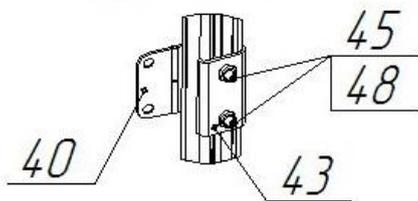

Рис. 5
6.5 Соберите каркасы дверей (рис.5). **Не забывайте, что расположение стоек двери, имеющих отверстия под установку петель, должно соответствовать расположению стойки дверного проема, также имеющей отверстия под навеску.**